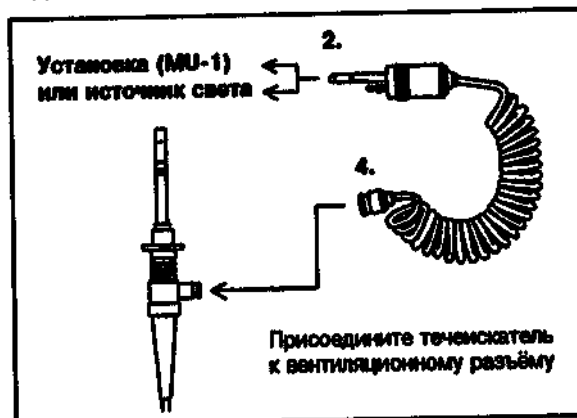

Рис. 7.7
2. Присоедините коннектор течеискателя к разъёму на выходе установки для технического обслуживания или источника света (см. рис. 7.7) и включите электропитание установки или источника. В случае использования источника света, установите переключатель потока воздуха в положение «HIGH».
4. Присоедините течеискатель к вентиляционному разъёму коннектора волоконно-оптического кабеля, совмещающий выступ, расположенный снаружи вентиляционного разъёма, с вырезом на колпачке. Необходимо поместить колпачок поверх вентиляционного разъёма, затем надавить на колпачок и повернуть его по часовой стрелке до упора (приблизительно на 90°) (см. рис. 7.7).